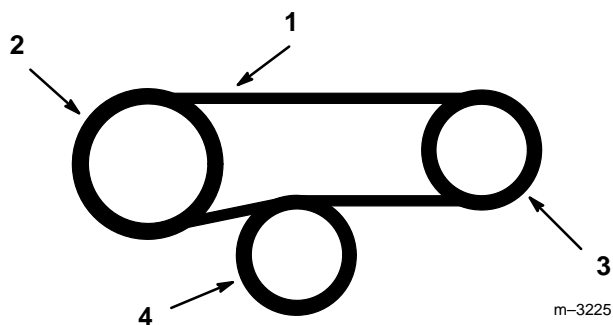

Figure 49
4. Monter de nouvelles courroies de PdF par dessus l'embrayage sur les poulies de boîte d'engrenages et sous la poulie de tension à ressort (Fig. 49).